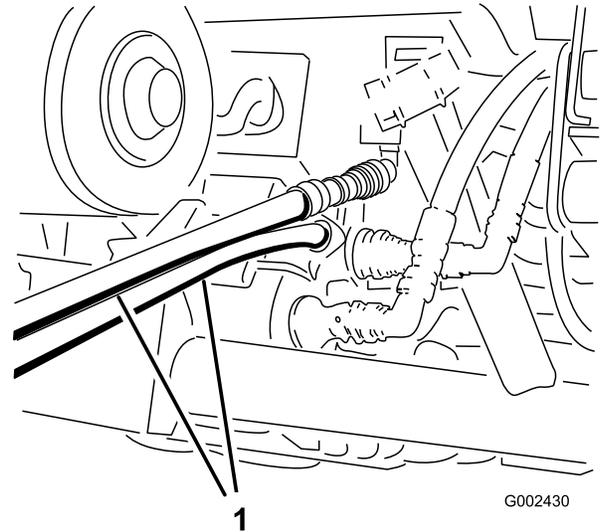

Figura 86
- En el otro vehículo, conecte las 2 mangueras al acoplamiento que permanece todavía en el soporte de acoplamiento (conecte la manguera superior al acoplamiento superior y la manguera inferior al acoplamiento inferior), tal y como se muestra en la Figura 86.